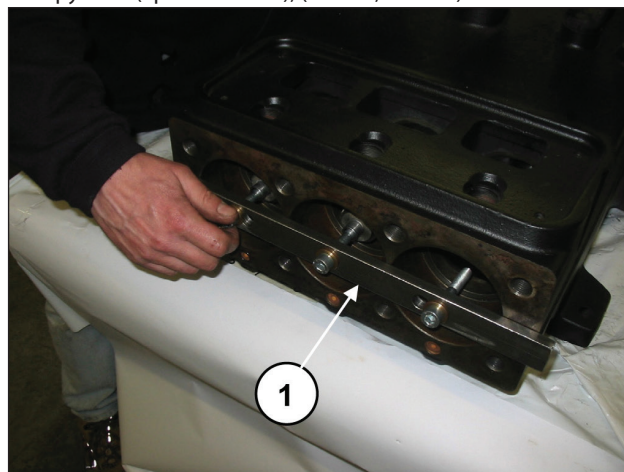

Рис. 26
Продвиньте половинки подшипников в сторону гидравлической части, чтобы коленчатый вал мог выйти. Для упрощения этой операции используйте специальный инструмент (арт. 27566200), (поз. ①, Рис. 26).